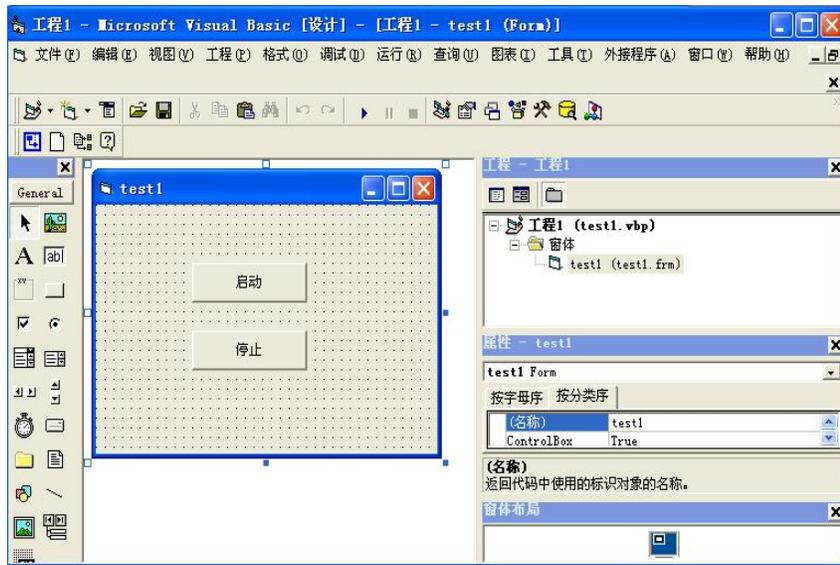

图 6.3 修改对话框 (VB)
2) 打开 Visual Basic 6.0, 新建一个“标注 EXE”工程, 在对话框上添加按钮“启动”和“停止”, 并将其名称分别修改为“CB_Start”和“CB_Stop”, 如图 6.3 所示。